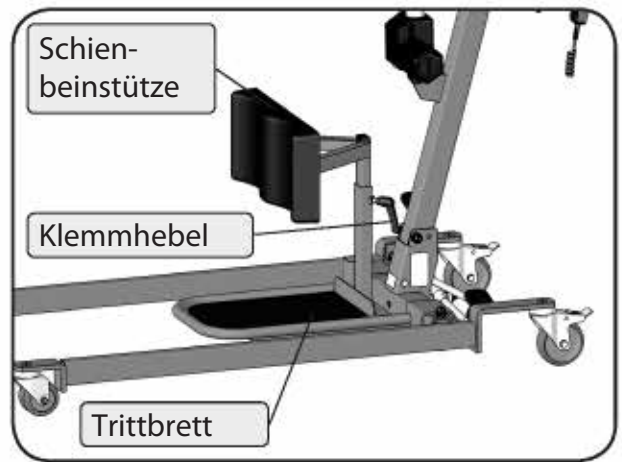

Abbildung 32
19. Setzen Sie das Trittbrett auf das Querrohr des Fahrwerks auf (Abbildung 32).
20. Stecken Sie die Schienbeinstütze in das Aufnahmerohr am Trittbrett ein und fixieren Sie sie mit dem Klemmhebel in der entsprechenden Höhe (Abbildung 32). Die Oberkante der Schienbeinstütze muss ca. 1 bis 2 cm unterhalb der Kniescheibe des Patienten liegen.
**Hängen Sie die Gurtschlaufen niemals an die Rändelmuttern oder die Sterngriffschrauben (Abbildung 31 und Abbildung 32)!**